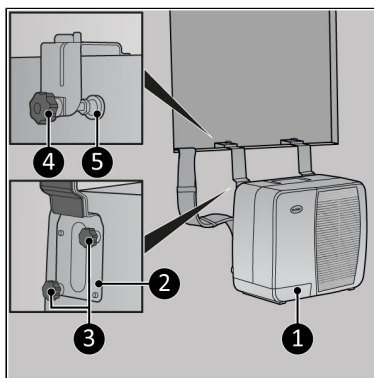

Figure 135.
1. Fest de øverste campingvognbrakettene (Figure 135, pos. 2) på utendørsenheten (Figure 135, pos. 1) ved å stramme til de to skruene på hver brakett (Figure 135, pos. 3).
2. Heng utendørsenheten (Figure 135, pos. 1) fra ønsket vindu, og sørg for at innendørsenheten er forsvarlig plassert på et bord eller en sofa.
3. Stram til justeringsbolten (Figure 135, pos. 4) på hver brakett. Kontroller at trykkskiven (Figure 135, pos. 5) er plassert vertikalt.